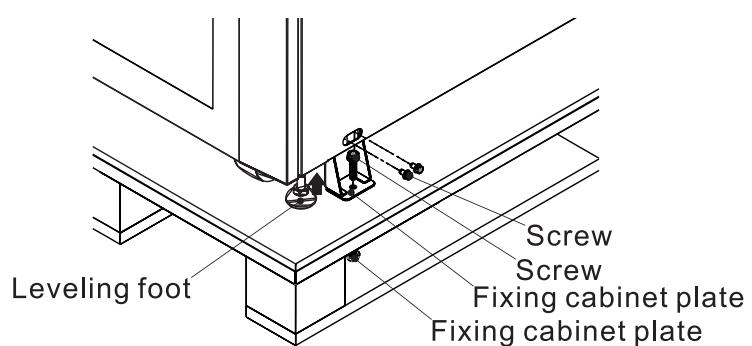

Figura 4.4
- Retire las cuatro placas de fijación (Figura 4.4) y afloje las patas niveladoras girándolas en sentido opuesto al de las manecillas del reloj, levantándolas por encima del nivel de las ruedas. El gabinete del UPS ahora puede rodarse fuera de la tarima y bajar la rampa. Al menos tres personas deben estar presentes para mover el UPS al área de instalación, dos para cada lado del UPS y un tercero para guiar el UPS a su ubicación final.